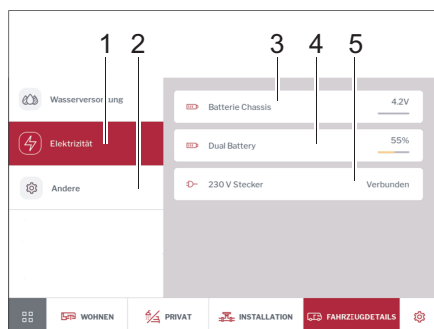

Fig. 269 Électricité et température intérieure
- Appuyer sur la touche *Électricité* (Fig. 269,1).
La tension de la batterie du véhicule (Fig. 269,3), l'état de charge de la batterie auxiliaire en % et/ou la tension de charge de la batterie AGM en Volts (Fig. 269,4) ainsi que l'état de l'alimentation 230 V (Fig. 269,5) sont affichés.
- Appuyer sur la touche *Autres* (Fig. 269,2).